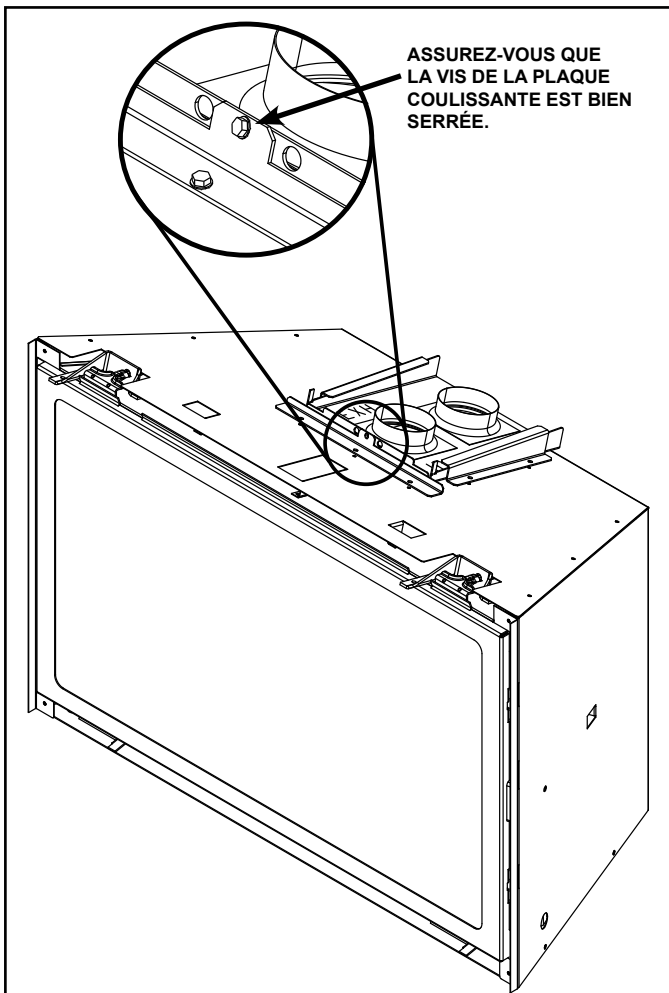

Figure 3.3 Détails sur la vis de la plaque coulissante du col
- Vérifiez que la vis de la plaque coulissante du col est bien fixée, voir figure 3.3.
- Vérifiez que la vis de la plaque coulissante du col est bien fixée, voir Figure 3.3.